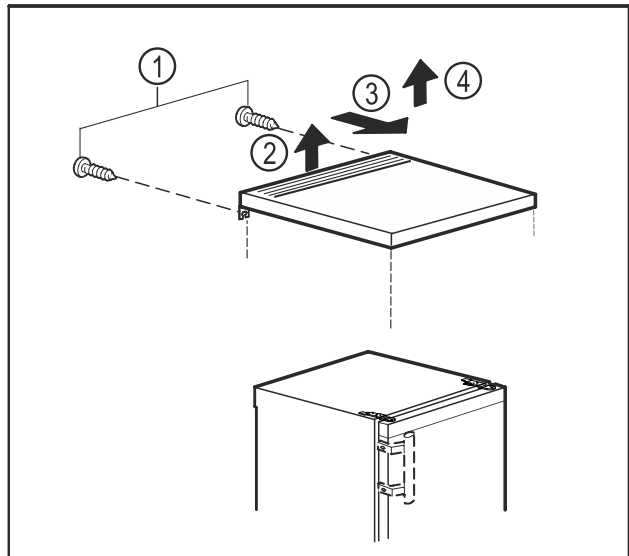

Fig. 9
- ▶ Galinėje pusėje išsukite varžtus. Fig. 9 (1)
- ▶ Gale pakelkite stalviršį. Fig. 9 (2)
- ▶ Nustumkite stalviršį į priekį. Fig. 9 (3)
- ▶ Nuimkite stalviršį į viršų. Fig. 9 (4)